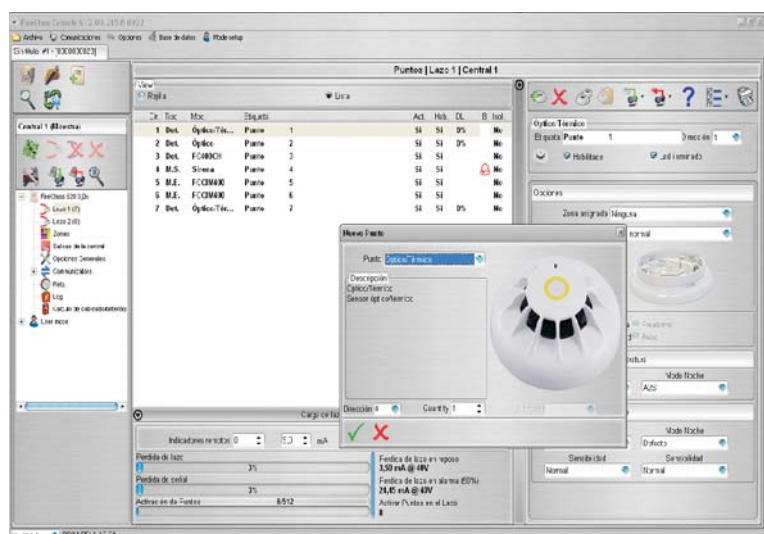

Figura 26 La página para la programación de los dispositivos.
Haciendo clic en el nombre de la central y por lo tanto en el Lazo 1 o Lazo 2 se abre la ventana para la programación de los dispositivos (Figura 26).
**Introducir los dispositivos** Seleccionando el Lazo 1 o el Lazo 2 se pueden, haciendo clic en el icono  (Nuevo Punto) abrir la ventana (Figura 26) donde es posible:
**Carga de Lazo** Al final de la página para la programación de los dispositivos (ver Figura 26) hay una sección denominada **Carga de Lazo** en la cual se muestra la carga en el Lazo en corriente continua y alternada. A la derecha se muestra la Pérdida de lazo en reposo y en Alarma (50%) y la batería necesaria.